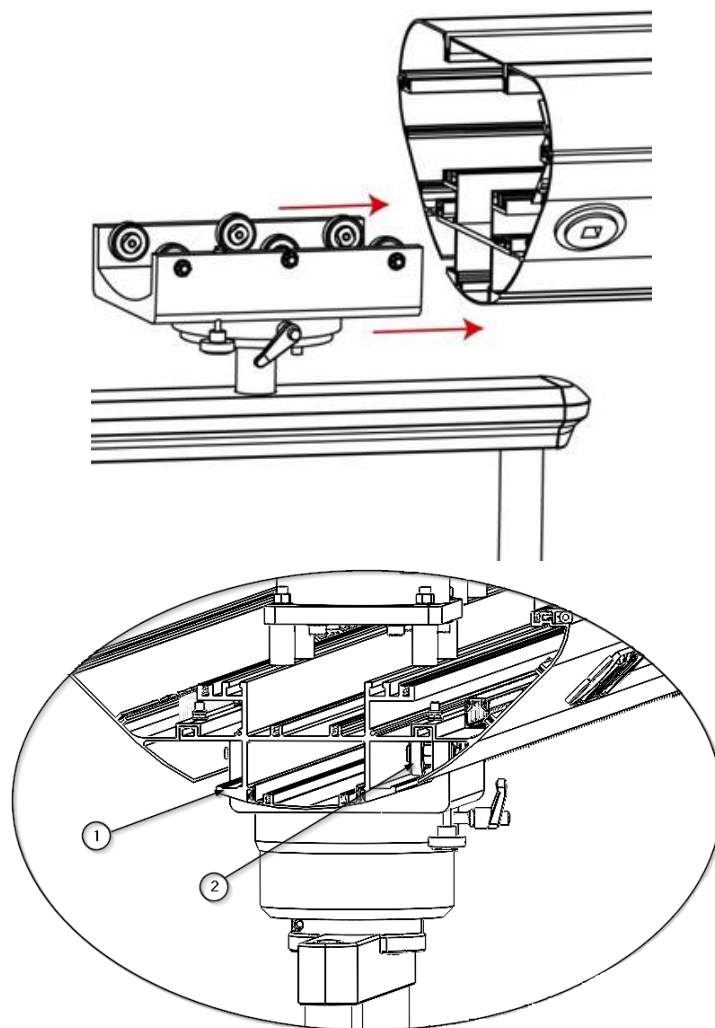

Fig. 63 Assemblage du chariot
- Insérer le chariot avec les roulements ② dans le guide au centre du corps principal ① comme indiqué dans la figure 63.